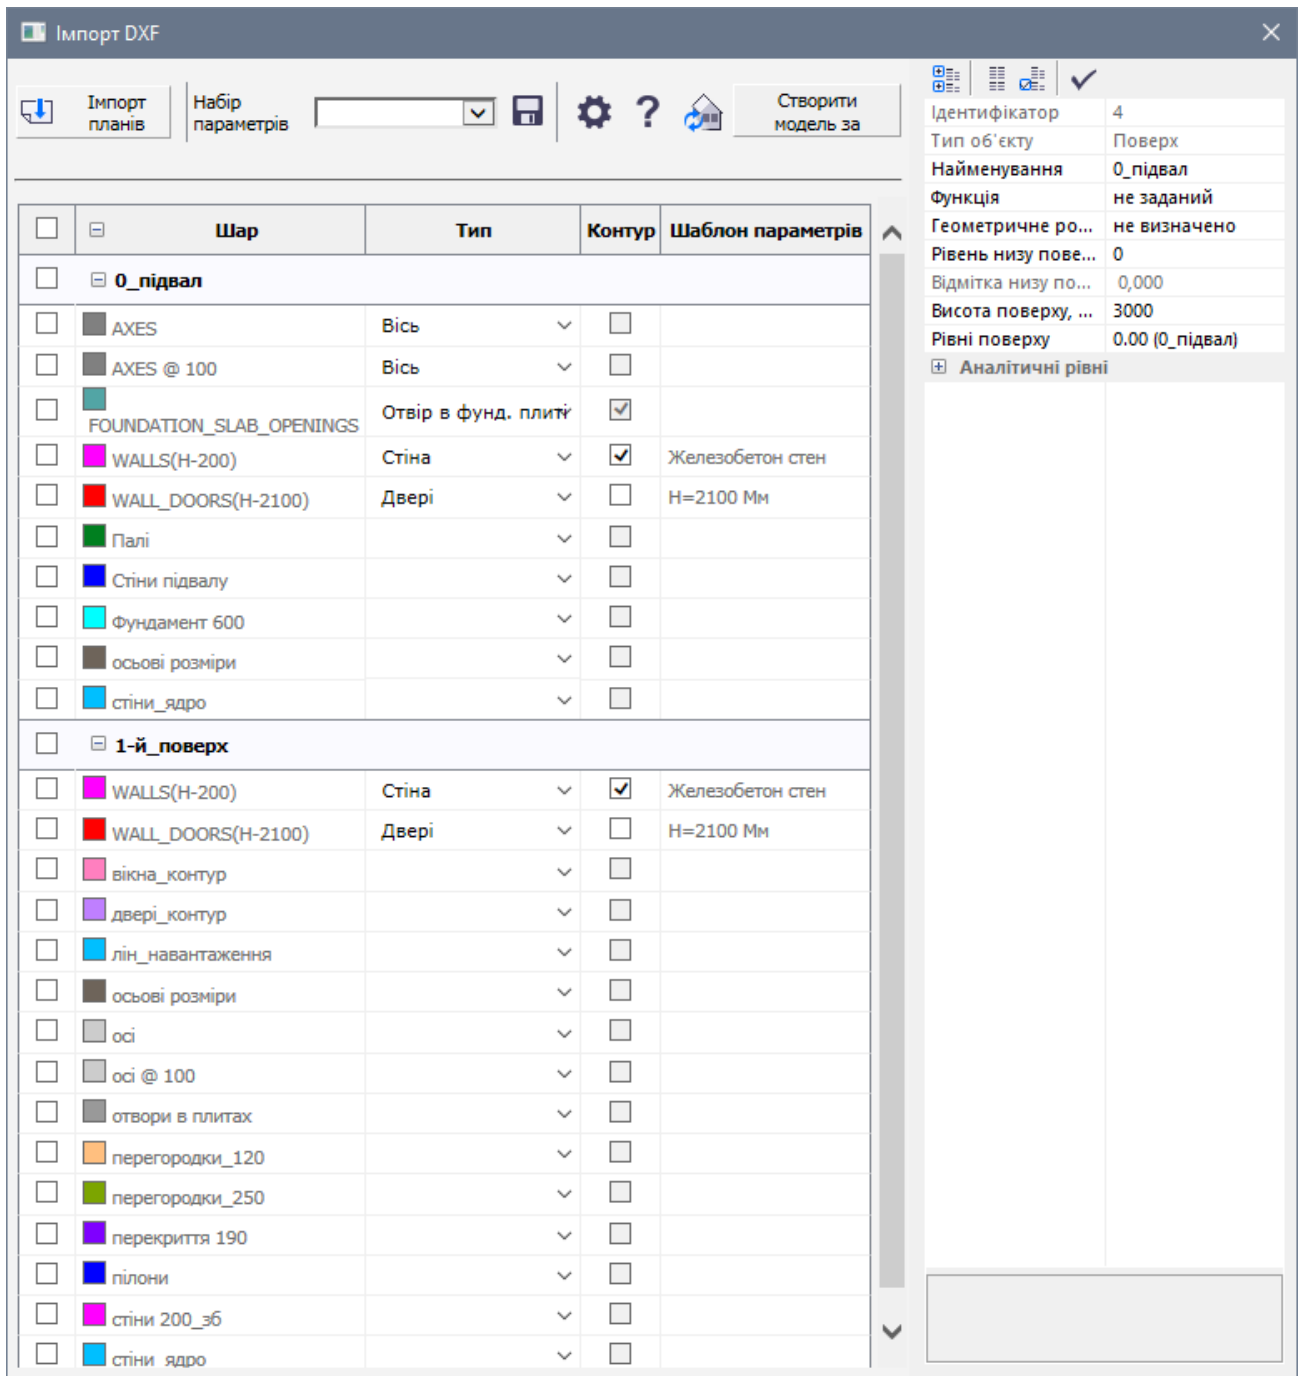

Рис. 14.21. Діалогове вікно Імпорт DXF
- У розпочатому діалоговому вікні **Імпорт поверхових планів** виберіть файли **0\_підвал.dxf** і **1-й\_поверх.dxf** (утримуючи натиснутою клавішу **Shift**) і натисніть кнопку **Відкрити**. Плани завантажаться в модель і стане доступним діалог призначення параметрів **Імпорт DXF** (рис. 14.21).